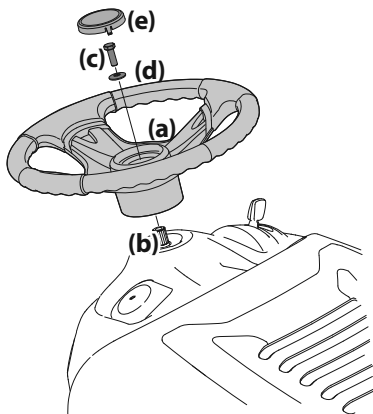

Figura 10
2. Com as rodas do trator apontadas exatamente para frente, coloque o volante (a) no eixo de direção (b). Veja a Figura 10.